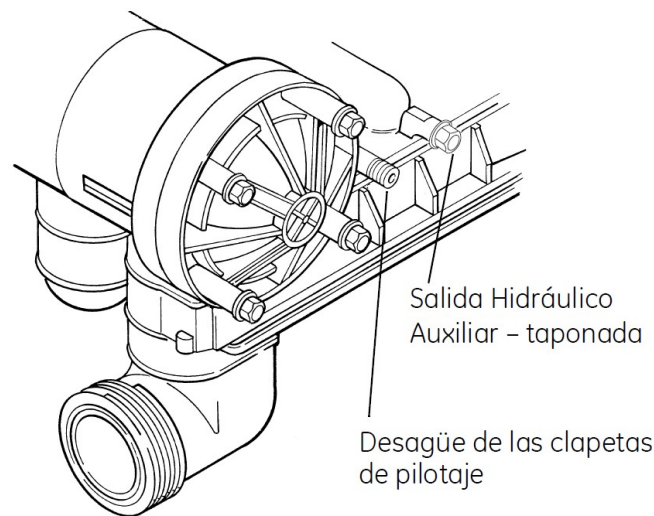

Figura 2.23: Conexión desagüe piloto
- **Desagüe piloto:** Durante la regeneración del equipo, se puede descargar una pequeña cantidad de agua (200 ml) por la salida de 1/4" del desagüe piloto. (Figura 2.23). Se recomienda conexasión la salida a un desagüe libre de presión o al tanque de salmuera, mediante un tubo de 1/4".